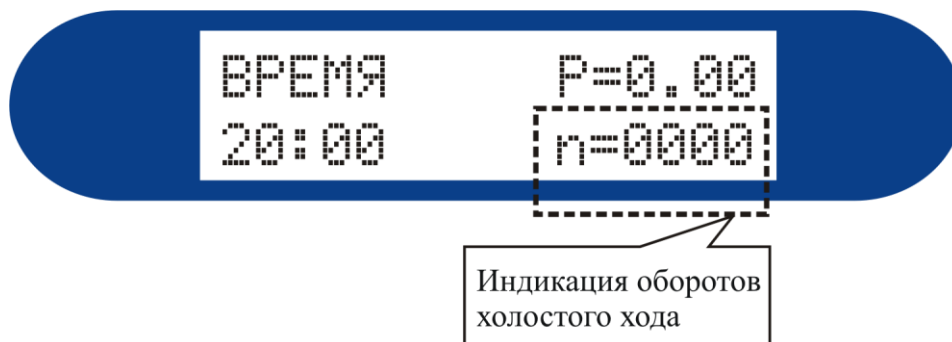

Рисунок 6
1. Нажимайте кратковременно кнопку , пока не появится отображение значения оборотов двигателя «n» или «N» (рисунок 6). Для двигателей оснащенных одной катушкой зажигания (одна искра на два оборота двигателя) корректное значение оборотов в режиме «n». Для двигателей оснащенных одной катушкой зажигания на каждые два цилиндра (искрообразование в конце такта сжатия (рабочая искра) и в такте выпуска (холостая искра) – одна искра на каждый оборот двигателя) корректное значение оборотов в режиме «N».